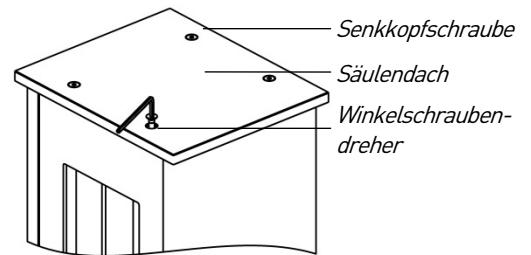

Abb. 14: Säulendach demontieren
- ▶ Drehen Sie die 4 Senkkopfschrauben mit Dichtungsring heraus (Abb. 14).